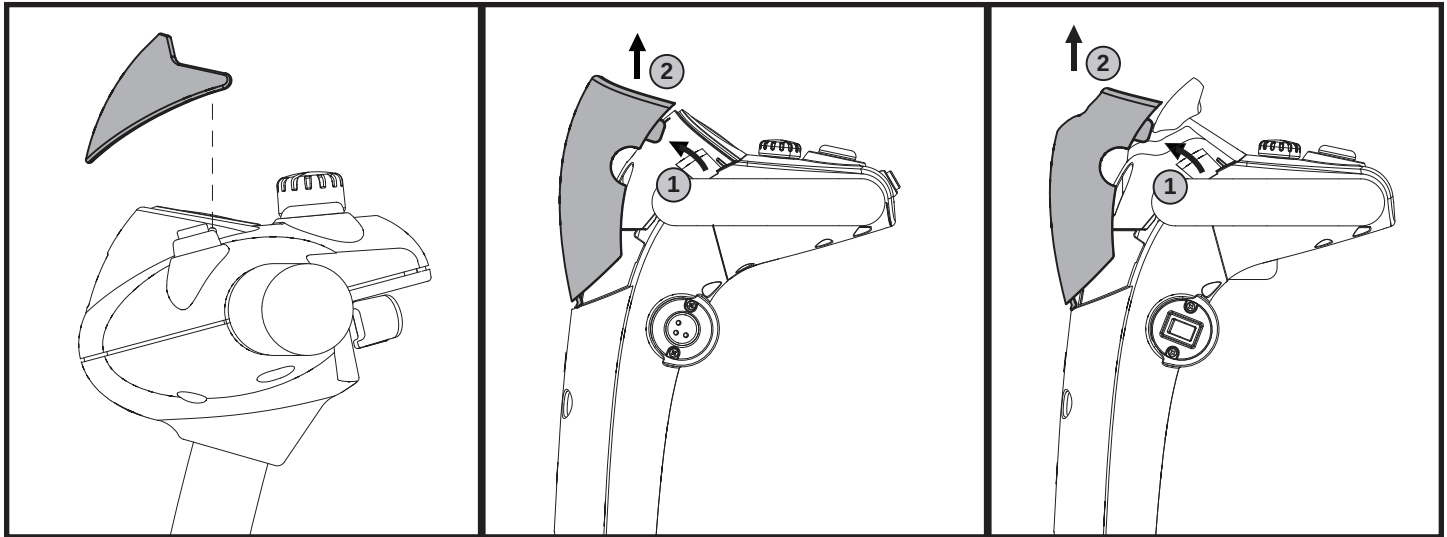

Abb. 16. Lenkerkonsole Schutzvisier
1. Drücken Sie die Oberseite der Schutzscheibe behutsam von der Lenkerkonsole weg und heben sie dann nach oben. **Siehe Abb. 16.**